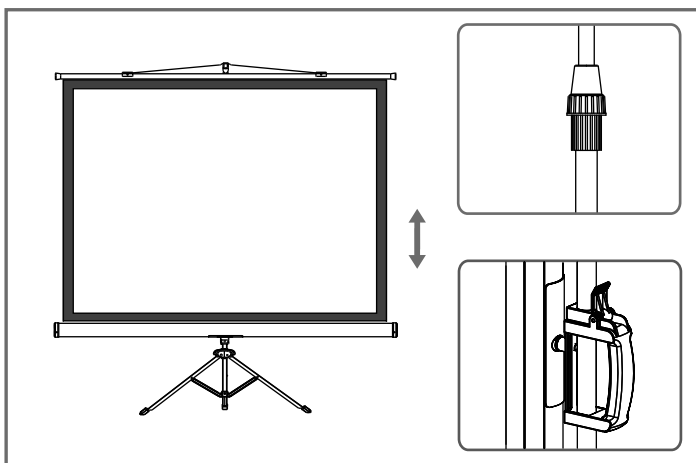

Рис. 5
- отрегулируйте высоту верхнего края экрана, используя фиксатор регулировки высоты и нижнего края экрана при помощи фиксирующей ручки (рис. 5).
Проделайте действия в обратном порядке (рис. 5 – рис. 1):